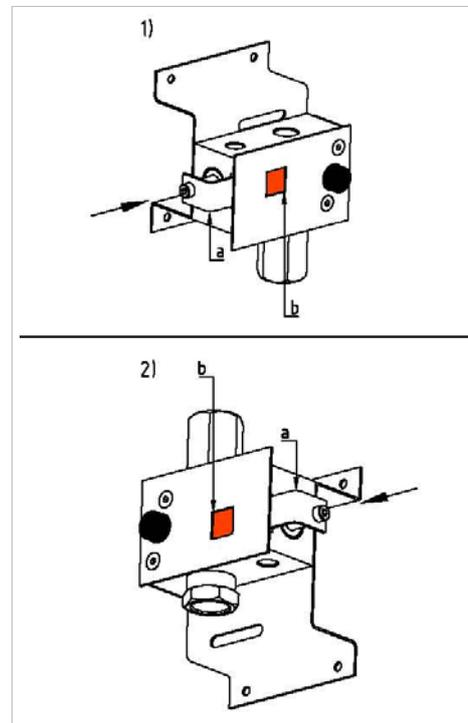

Abbildung 6: Stellung Sichtanzeige RTC
6. Stellung der Sichtanzeige prüfen. Sichtanzeige muss auf „grün“ sein, ansonsten Sichtanzeigewinkel zum Ventil drücken bis Sichtanzeige auf „grün“ ist (siehe Abbildung 6)!
**!** Sobald die Sichtanzeige nicht auf „grün“ steht, oder der Schieber beim RTC-ZU-Ventil ausgefahren ist (Abbildung 6), ist möglicherweise  $CO_2$  im System, alle angeschlossenen Bauteile der Anlage können unter hohem Druck stehen. Die  $CO_2$ -Flasche ist wie im Punkt *Wiederinbetriebnahme/Rücksetzung* beschrieben zu entfernen.